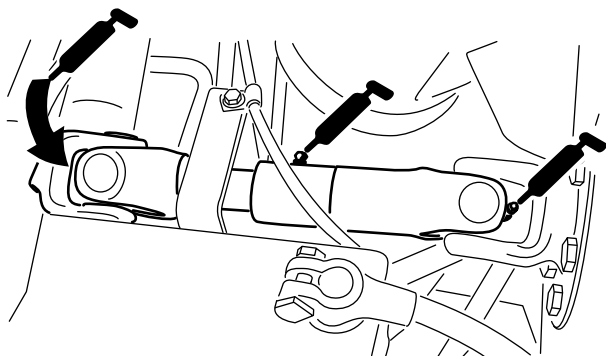

Bild 46
- U-Gelenk der Pumpenantriebswelle (3) (Bild 46)